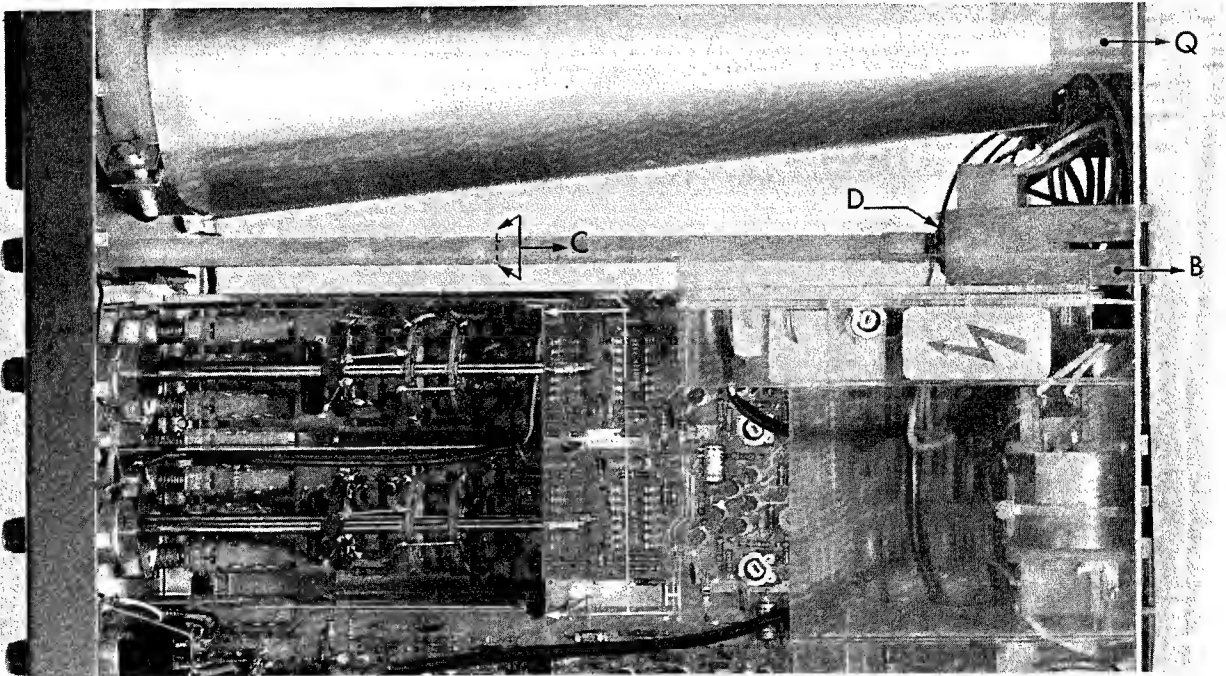

Fig. 2.6. Démontage
- Fier sauter les étriers plastique B (Fig. 2.6.) par les trous du panneau arrière.
- Tourner et tirer simultanément l'axe C (Fig. 2.6.) jusqu'à ce son extrémité soit aligné avec le trou (comme une clé).
- Dévisser l'écrou hexagonal D (Fig. 2.6.) afin de déposer le potentiomètre.
- Déboîter les plaquettes latérales de blindage de l'atténuateur en enfonçant la plaquette arrière (H) sur le flanc supérieur (voir Fig. 2.6.).
- Faire sauter les deux cosses nylon Q (voir Fig. 2.6.) arrière du tube, vers l'intérieur et tout en prêtant une attention particulière à l'écran métallique faire passer le t.r.c. par le panneau avant suffisamment pour permettre la dépose du connecteur de base (pousser sur l'étrier nylon le cas échéant).